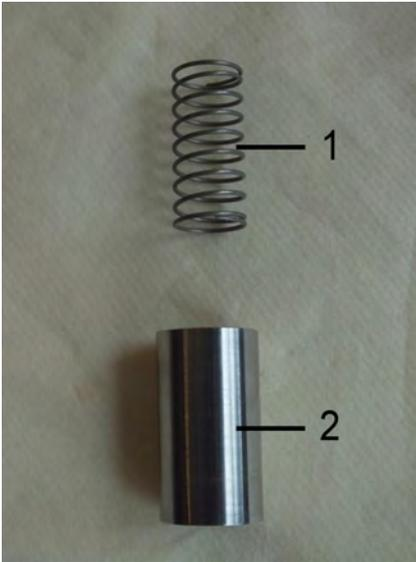

Abb. 38: Feder und Schwebekörper
5. ➔ Feder ( Abb. 38/1) und Schwebekörper ( Abb. 38/2) als Innenteile des Strömungswächters